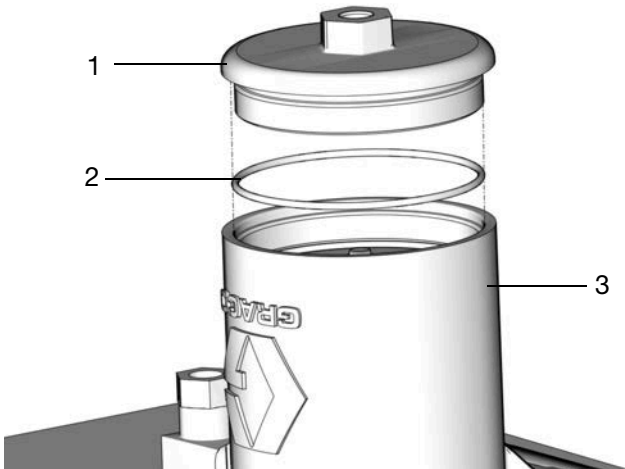

ABB. 21
19. Abdeckung (1), O-Ring der Abdeckung (2) und Feder (6) entfernen. Den O-Ring unter Beachtung aller geltenden Bestimmungen entsorgen (ABB. 21).